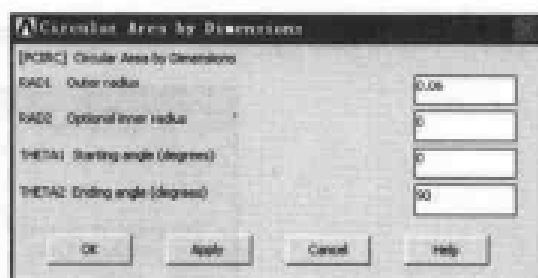

图 10-9 生成圆面对话框
(2) 选择 Main Menu | Preprocessor | Modeling | Create | Areas | Circle | By Dimensions 命令, 出现 Create Rectangle by Dimensions 对话框。参照图 10-9 对其进行设置, 单击 OK 按钮关闭该对话框。